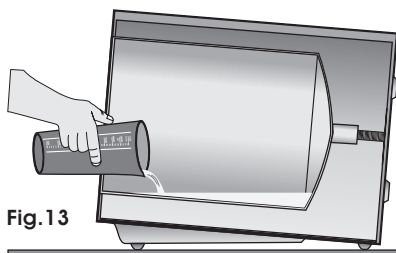

Fig.13
- Abra a porta da autoclave, usando o copo dosador, coloque a quantidade correta de **água destilada** diretamente na câmara antes de cada ciclo (Fig.13) de acordo com a Tabela 4 abaixo.